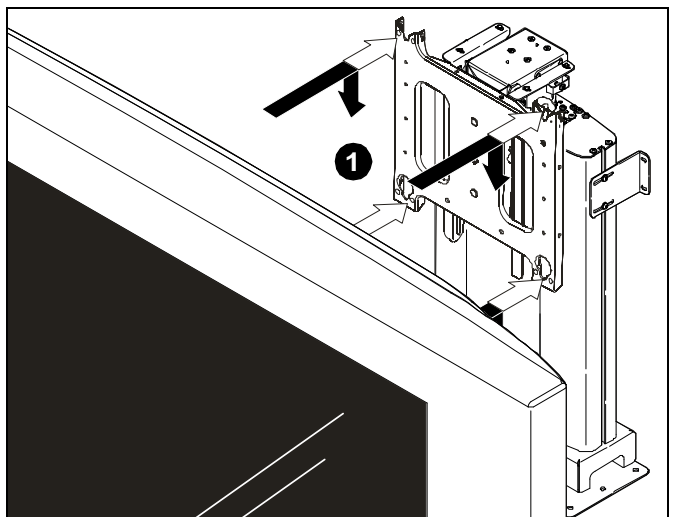
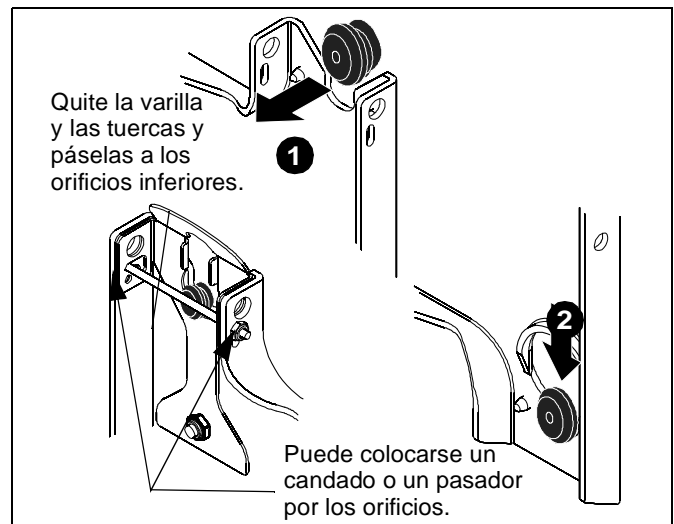

Figura 9
Figura 10
1. Sosteniendo el televisor de ambos lados, alinee los cuatro pernos de montaje del televisor o de la placa de conexión con los cuatro orificios de montaje de la placa frontal. (Consulte la Figura 9 y la Figura 10)
2. Baje el televisor para colocarlo en su lugar. Oirá un clic que le indicará que el área hendida de los pernos de montaje encajó correctamente en la parte inferior de los orificios de montaje y que el mecanismo de bloqueo ha enganchado. (Consulte la Figura 9 y la Figura 10)
NOTA: La placa frontal cuenta con orificios para utilizar un candado o un dispositivo de bloqueo similar si el usuario lo desea. Asimismo, la varilla y las tuercas pueden pasarse de los orificios superiores a los inferiores a fin de utilizarlos como dispositivo de bloqueo más permanente. (Consulte la Figura 10)